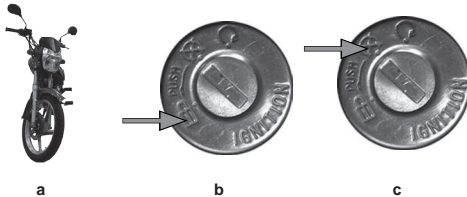

imagen 18. bloqueo de dirección
2. Girar el manubrio a la izquierda. *Ver imagen 18-A.*
3. Oprimir y girar la llave a la posición . *Ver imagen 18-B.*
6. Oprimir y girar la llave a la posición . *Ver imagen 18-C.*